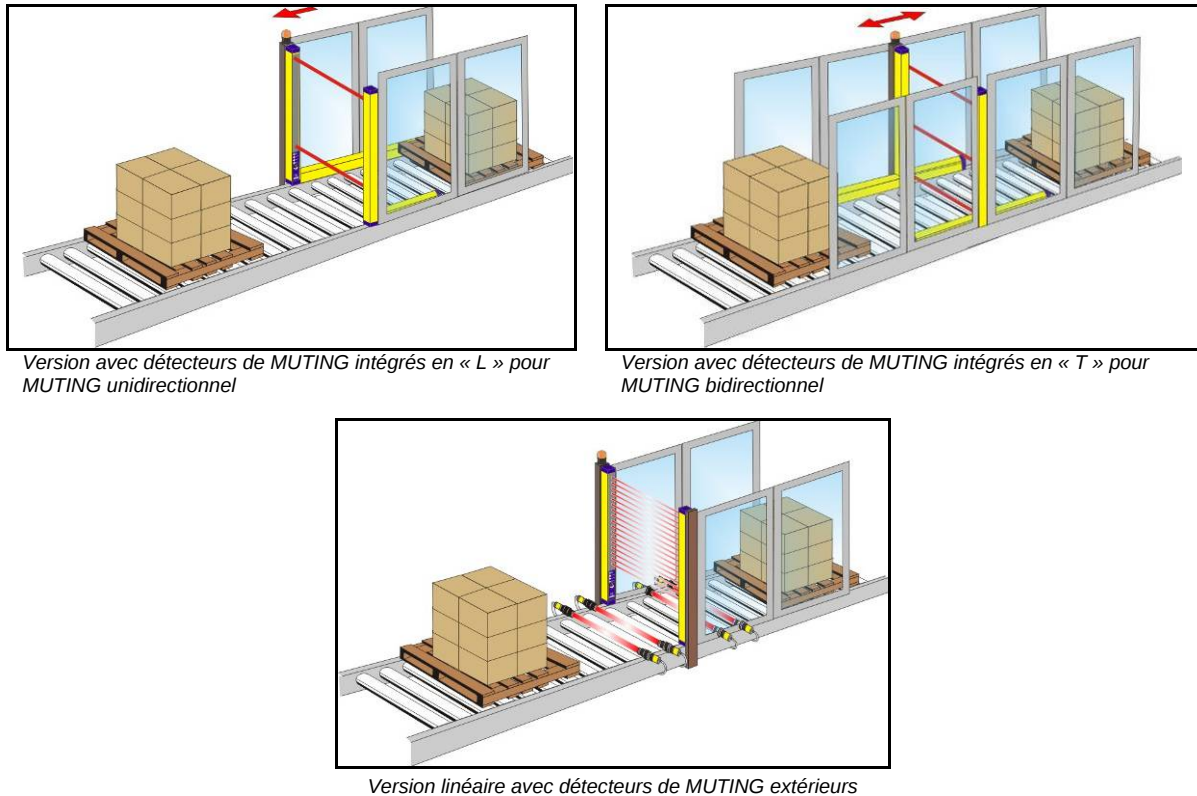

Fig. 21
- La fonction de MUTING, permet d'exclure la barrière pendant le fonctionnement, tout en maintenant les sorties OSSD actives, pour des exigences particulières de fonctionnement (Fig.21).